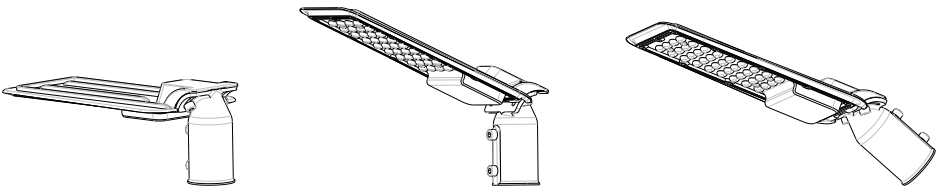

Рисунок 1. Внешний вид светильника серии ДКУ71
1.2 Светильники серии ДКУ71 рекомендуется устанавливать на стандартных Г-образных кронштейнах световых опор или регулируемых настенных кронштейнах под углом 10...20° к горизонту. Кроме того, благодаря наличию универсального регулируемого монтажного узла для крепления к разнообразным кронштейнам, светильник может быть установлен и на вертикальных столбах освещения (рис.1).
Светильник светодиодный энергосберегающий серии ДКУ71 (рис.1) состоит из корпуса, светорассеивателя, модуля светодиодов и электронного блока питания. Принцип работы светильника основан на свойстве светодиода излучать видимый свет при прохождении через него электрического тока.